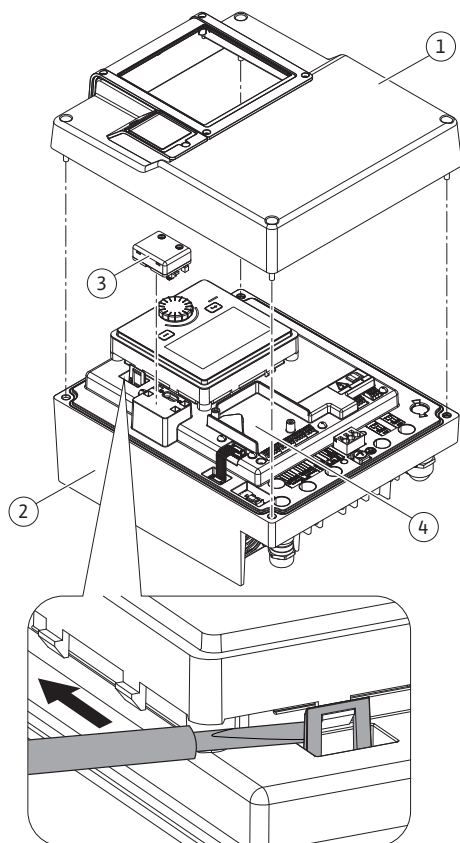
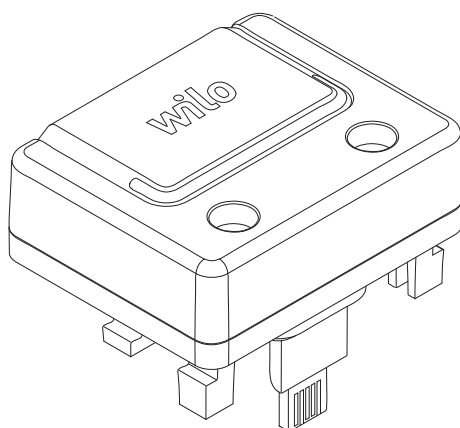

Fig. 26: Module électronique
Fig. 27: Module BT Wilo-Smart Connect
L'interface Bluetooth du module BT Wilo-Smart Connect (Fig. 26, pos. 3 et Fig. 27) permet d'établir la connexion avec des appareils mobiles, comme les smartphones et les tablettes. La fonction Wilo-Smart Connect se trouve dans l'application Wilo-Assistant. La fonction Wilo-Smart Connect permet de commander et de régler la pompe, mais également de consulter ses données de fonctionnement. Voir les réglages au chapitre « Mise en service » [► 45].
1. Desserrer les quatre vis de la partie supérieure du module électronique (Fig. 26, pos 1 ; Fig. I, pos. 2).
3. Insérer le module BT Wilo-Smart Connect dans l'interface Wilo-Connectivity Interface prévue à cet effet. Voir Fig. 26, pos. 3.
Les modules CIF (accessoires) servent à établir une communication entre les pompes et la gestion technique de bâtiment. Les modules CIF sont enfichés dans le module électronique (Fig. 26, pos. 4)